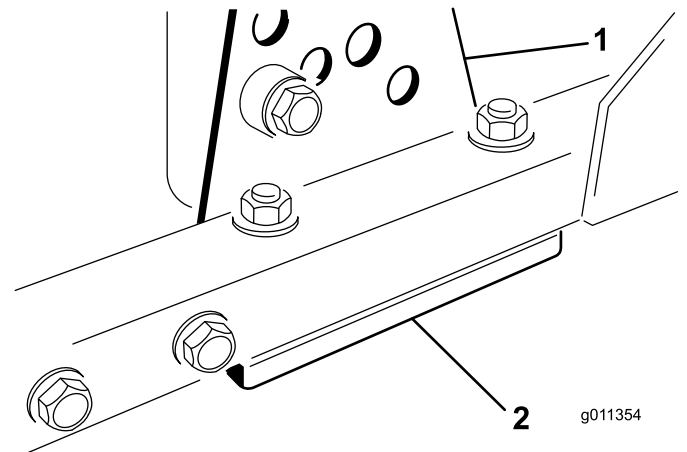

図 123
1. 刈り高ブラケット前、左、右のうち1つをカッティングユニットのフレームから外す 図 123。
2. カッティングユニットのフレームとブラケットとの間に厚さ 1.5 mm または 0.7 mm のシム、場合によってはこれらの両方を挿入して、希望する刈高を達成する 図 123。